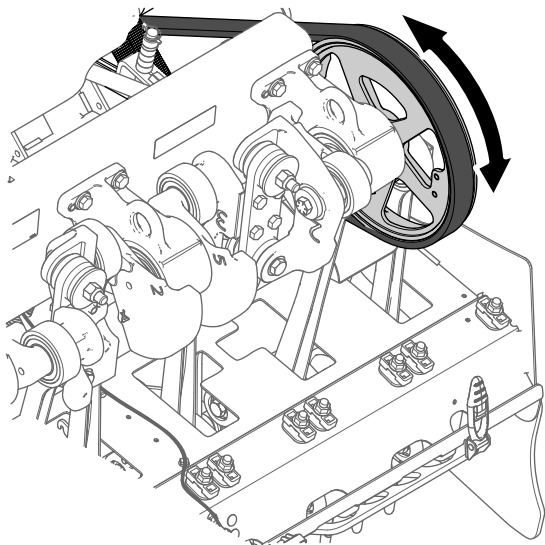
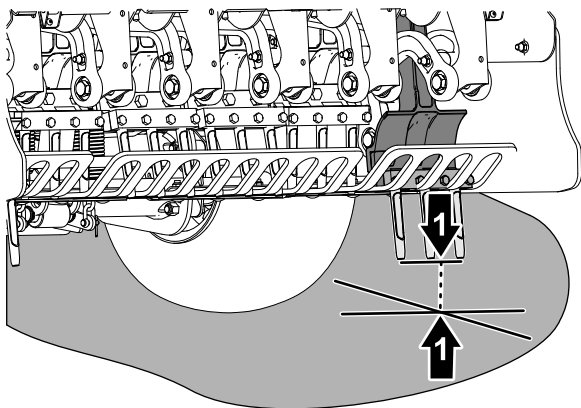

Figura 63
Figura 64
4. Gire la polea del cabezal de perforación (Figura 63) hasta que los taladros más exteriores estén alineados lo más cerca del suelo (Figura 64).